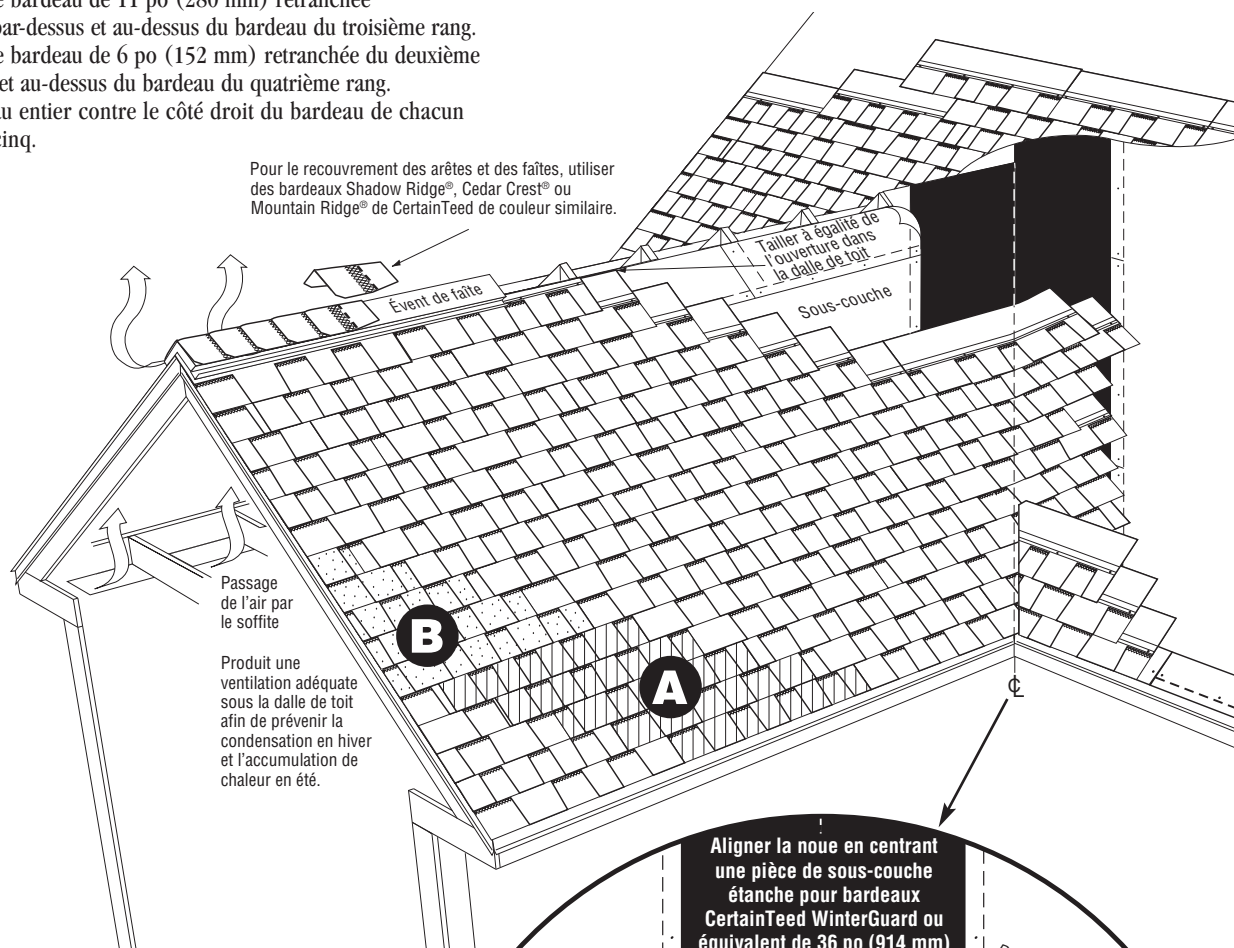

Figure 12-7 : Méthode de pose diagonale de cinq rangs.
1. En commençant encore une fois avec un bardeau entier, répéter les cinq rangs ci-dessus sur le versant gauche (*figure 12-7, B*).
2. Monter les rangs en diagonale sur la largeur du toit avec des bardeaux entiers (*figure 12-7, A*).